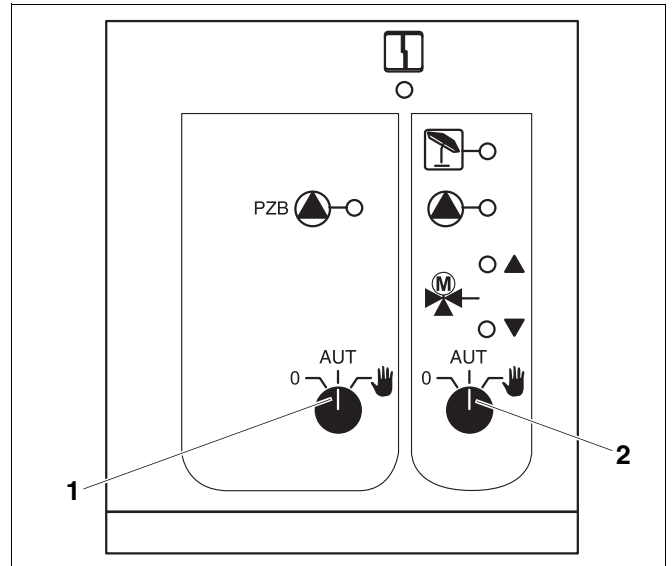

Abb. 26 Zentralmodul ZM433
- Zubringerkreis (Abb. 26, **Pos. 1**) am Wahlschalter
- Heizkreis (Abb. 26, **Pos. 2**) am Wahlschalter